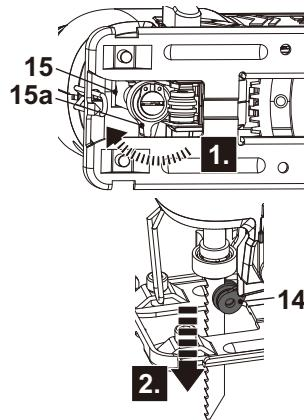

Fig. 2
- > Desbloquee el soporte de la hoja de sierra (15) girando el manguito de bloqueo (15a) en sentido contrario a las agujas del reloj y manténgalo en su posición. (Fig.2).